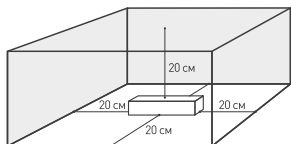

Рис. 1. Свободное пространство вокруг источника
- 3.8. Проверьте температуру корпуса источника питания. Максимальная температура корпуса источника в установившемся режиме не должна превышать  $t_c$  (рис. 1). Если температура корпуса выше, необходимо уменьшить нагрузку, обеспечить лучшую вентиляцию или использовать более мощный источник питания.
- 4.3. Для естественной вентиляции обеспечьте не менее 20 см свободного пространства вокруг источника питания, как изображено на рис. 1. При невозможности обеспечить свободное пространство используйте принудительную вентиляцию.